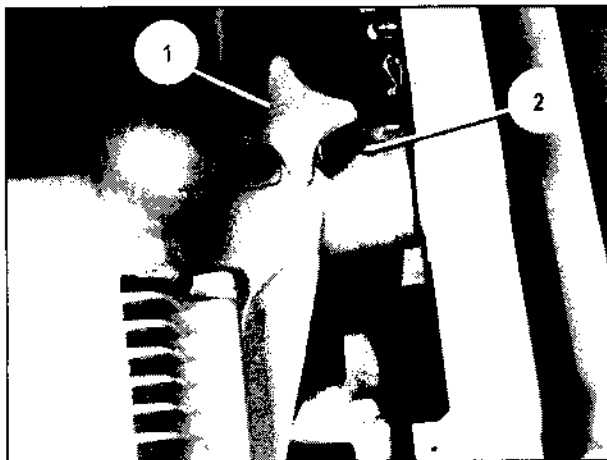

Bild 38
10. RF-Einheit FM 1000 auf den Zapfen am Mastpaket schieben und verdrehen, bis die Anschlagsschraube (Bild 38/2) anliegt. Knebelschraube (Bild 38/1) festziehen.